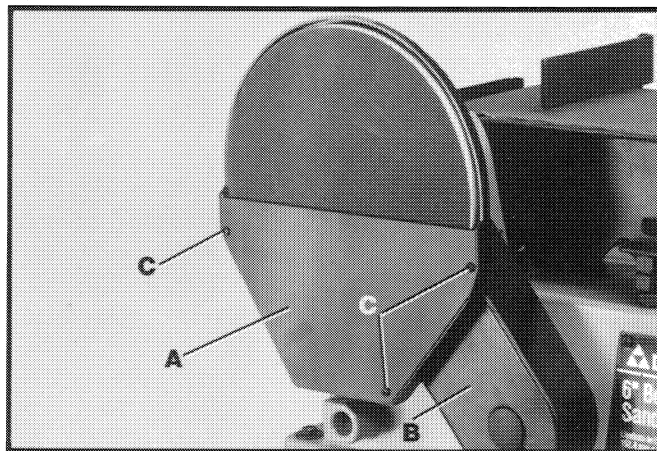

Fig. 13
1. Ensamble la tapa inferior (A) Fig. 13 al protector de correa y polea (B), utilizando los tres tornillos de cabeza móvil M4.2 x 13 mm (C).